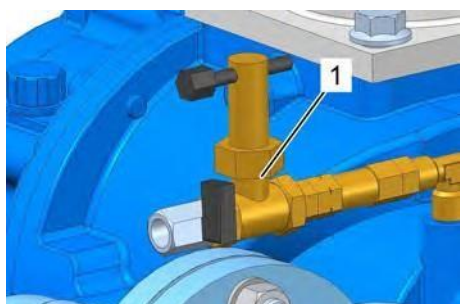

Рис. 49: Шаровой кран
- 17.** Откройте шаровый кран (Рис. 49/1) в шлангопроводе между насосом и компрессором.